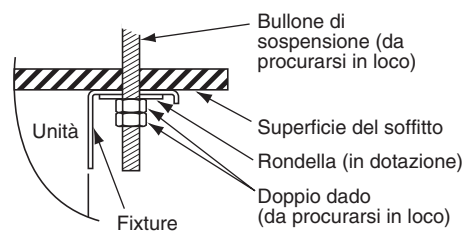
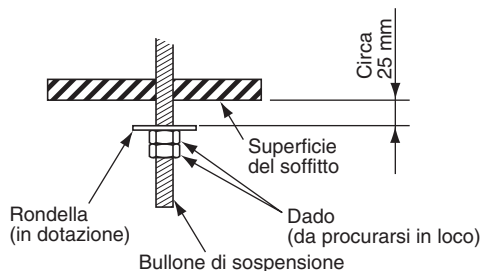

Fig. 3-11
Fig. 3-13
- (6) Fare i preparativi necessari per la sospensione dell'unità interna. Il metodo di sospensione varia a seconda che il soffitto sia del tipo sospeso o no. (Fig. 3-11 e 3-12).
- (7) Fare i preparativi necessari per la sospensione dell'unità interna.
- a) Installare 1 rondella e 2 dadi esagonali su ciascun bullone di sospensione (Fig. 3-13).